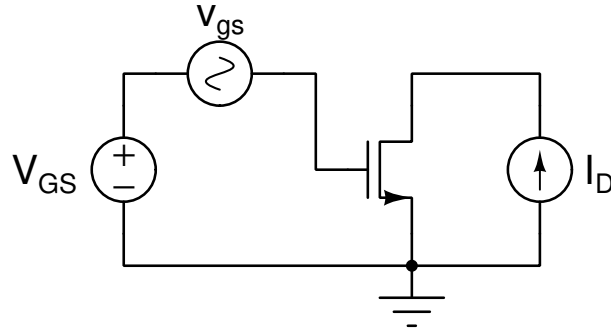

Figura 2: Circuito esquemático para la simulación de las de la ganancia intrínseca.
2. Realizar una simulación del tipo transitorio (comando `.tran`) del circuito de la figura 2 para cada valor de V_{GS} e I_D de la tabla [TAB01]^[1]. Utilizar una fuente de señal de tensión senoidal con amplitud 1 mV y frecuencia $f = 1$ kHz.